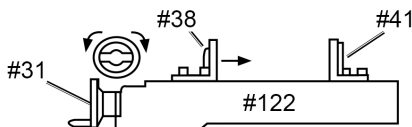

Fig. 15
2. Ouvrez la plaque d'étau mobile (n° 38) pour recevoir la pièce à travailler en tournant la molette (n° 31) dans le sens antihoraire (fig. 15).